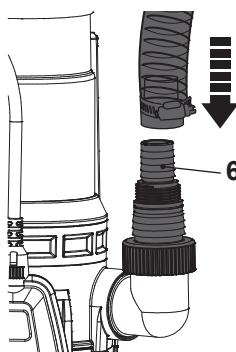

Fig. 4
3. Attachez un tuyau / conduit approprié au raccord de tuyau (6) et fixez-le avec un dispositif de fixation approprié, par exemple un collier de serrage (Fig. 4).